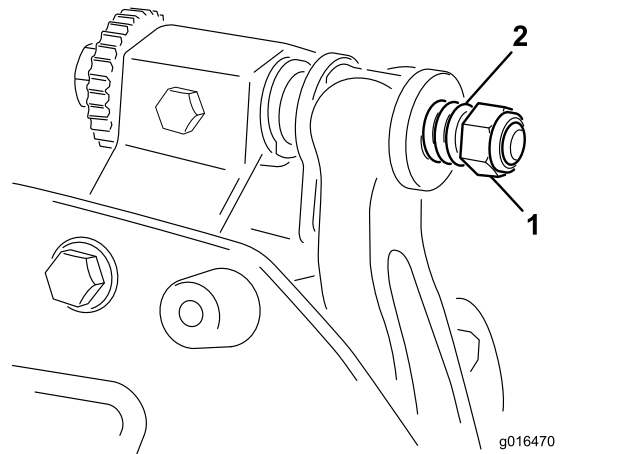

Figura 17
6. Strângeți piulia pentru tensionarea arcului până când arcul este pliat, apoi deurubai-o jumătate de rotație (Figura 17).